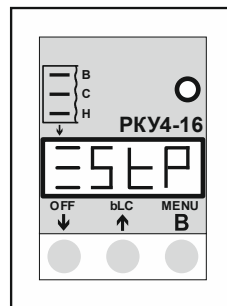

Рис.4
**Примечание:** когда нагрузка выключена, светодиод на лицевой панели гаснет, а на экране прибора отображается значение **StP** и состояние сенсоров (рис.4).